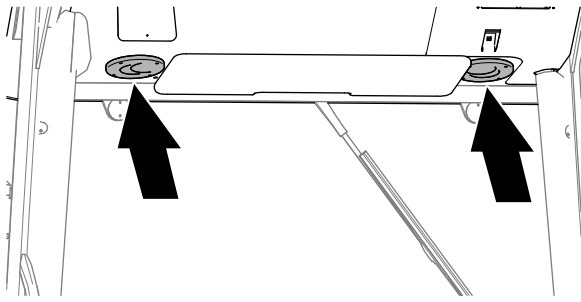

Figura 11
4. Ajuste las 2 boquillas del conducto de aire (Figura 11) en el techo de la cabina para dirigir el flujo de aire en la dirección que desee.